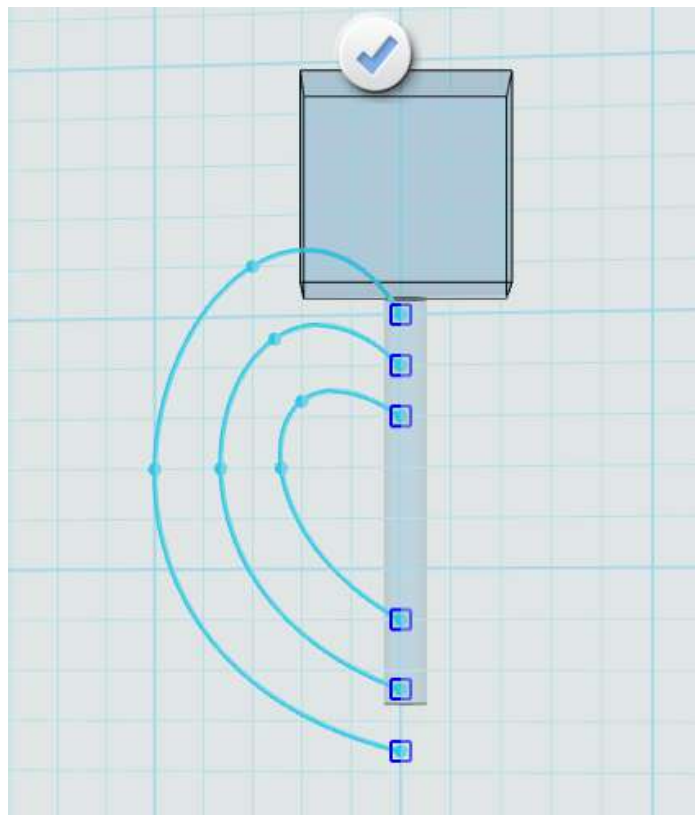

图 1-5
Step 5 继续绘制其它的曲线草图，如下图 1-5 所示：